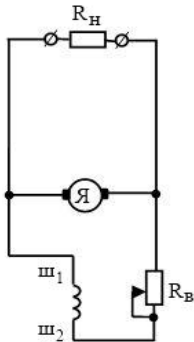

Рис. 1
На рисунках изображены электрические схемы генераторов параллельного (рис. 1) и смешанного возбуждения со встречным включением последовательной обмотки (рис. 2), внешняя характеристика генератора параллельного возбуждения (рис. 3).
1. Скопируйте рис. 1 и 2, расставьте токи на электрических схемах.